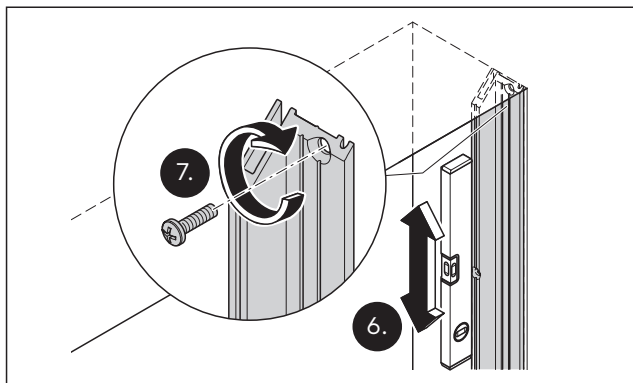

Fig. 26 Align and fix the door frame adapter
6. Align the door frame adapter (Fig. 26).